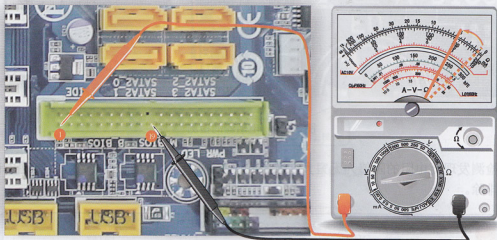

图 23-8 ①脚复位信号的检测
- (1) 先判断①脚的复位信号是否正常, 如图 23-8 所示。